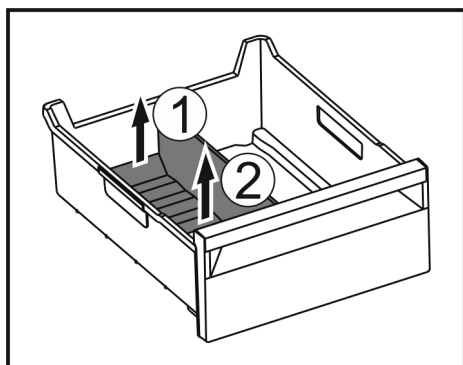

Fig. 170
- ▶ Løft den bageste del af frostrumsadskilleren. Fig. 170 (1)
- ▶ Tag frostrumsadskilleren op og ud. Fig. 170 (2)